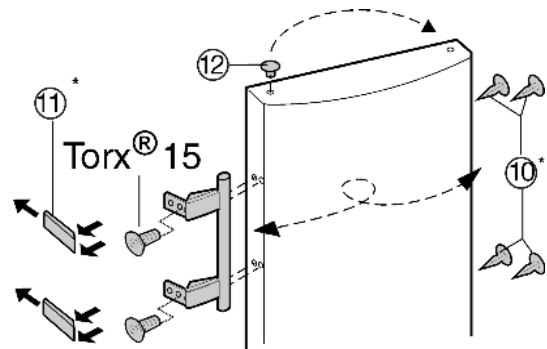

Fig. 7
- ▶ Stopfen Fig. 7 (12) aus der Türbuchse herausheben und umsetzen.
- ▶ Türgriff, Stopfen Fig. 7 (10) und Druckplatten Fig. 7 (11) abmontieren und auf die Gegenseite umsetzen.